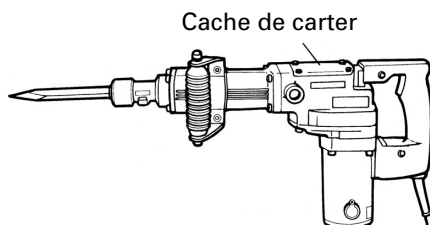

Fig. 5
- (1) Enlever le couvercle du carter et essuyer la graisse à l'intérieur. (Fig. 5)
- (2) Appliquer 1.1 oz (30 g) de graisse pour marteau électrique HITACHI A (accessoires sur option, en tube) au carter.
- (3) Après avoir fait le plein de graisse, installer fermement le couvercle du carter.